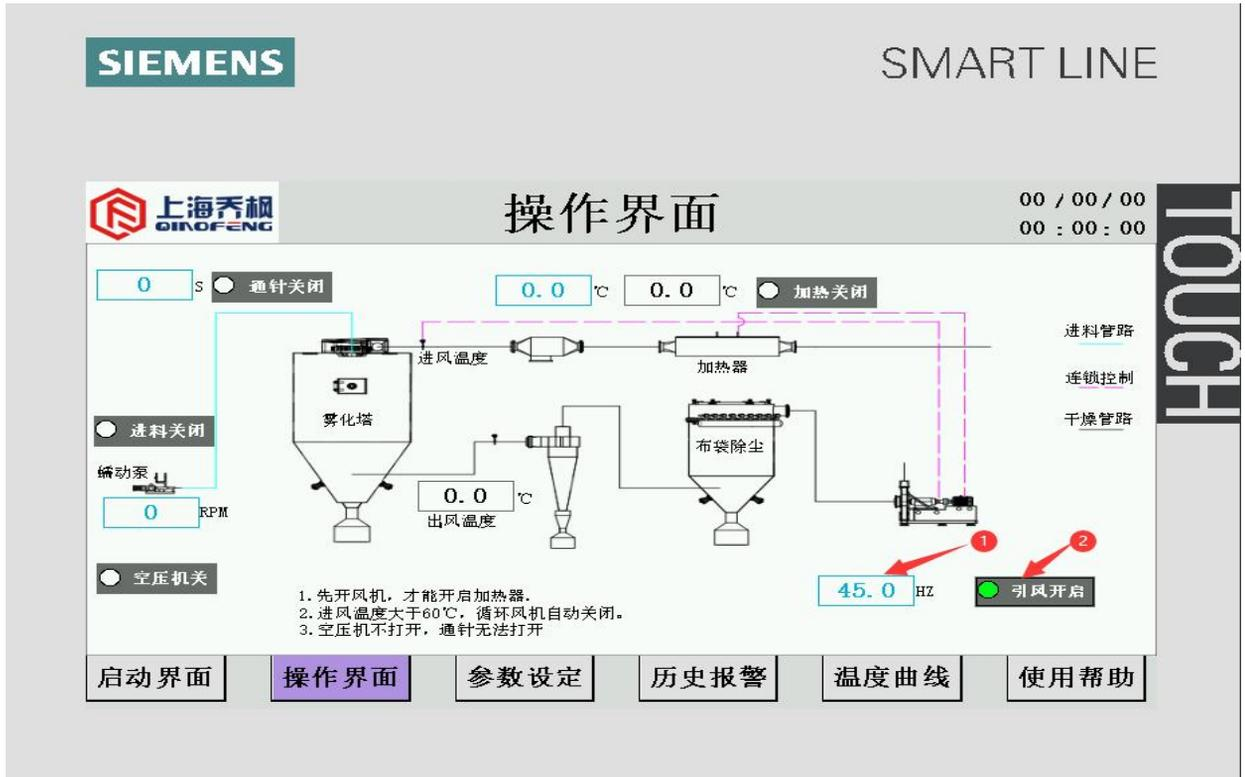

图 4
(2) 点击“HZ”前的设定框 1，用虚拟键盘输入“0-50”，即为风机工作频率为 0-50Hz，点击“风机开关” 2，开启风机。显示状态如图 4 所示。